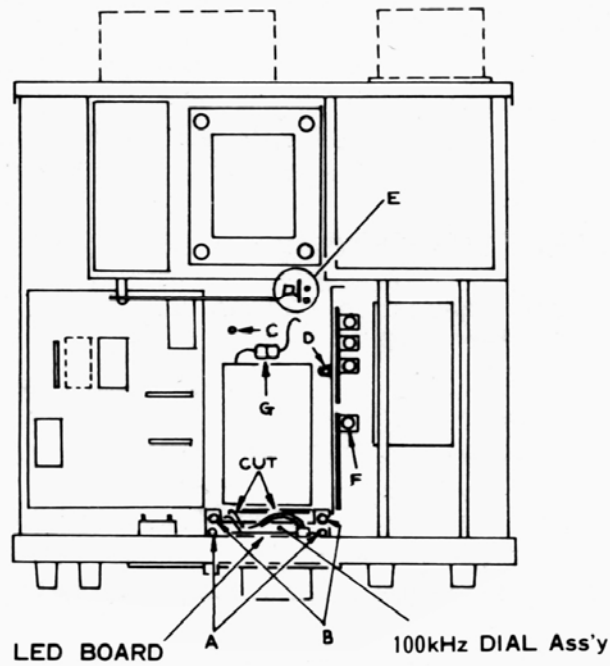

Figura 1
- 2) Remueva los tornillos marcados “A” en la Figura 1. Estos tornillos sostienen el impreso de los “LED”.
- 3) Remueva los tornillos marcados “B” de la figura 1, y levante el panel del contador análogo.
- 6) Instale las dos guías en los huecos previamente ocupados por los tornillos “A”. Hecho esto, instale el impreso de los LEDS. Monte el soporte en el hueco “C” mostrado en la figura 1.
- 8) Instale la UNIDAD CONTADORA. Use los tornillos instalados previamente en ¹A¹ para asegurar el módulo en el punto "C"¹ (soporte) y ¹D" de la Figura 1. Instale el conector de 9 pines de la UNIDAD CONTADORA en el zócalo de 9 pines, en el punto "G" del dibujo. El cable coaxial que sale de la UNIDAD CONTADORA se conecta en el punto "F" de la Figura 1.